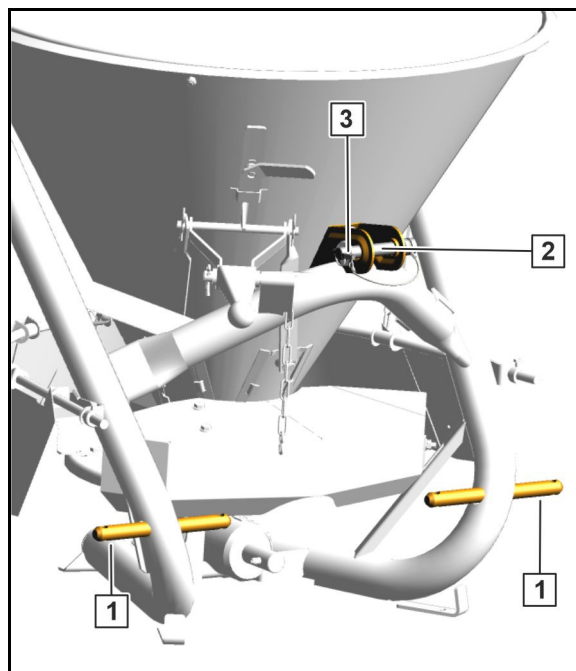

Bild 20
- Sätt dit traktorns lyftarmar på lyftarmsbultarna (kat I) (Bild 20/1) och säkra dem med låssprint.
- Fäst med hjälp av toppstångsbulten (Bild 20/2) traktorns toppstång till maskinens övre anslutningspunkt och fäst stången med en låssprint (Bild 20/3).